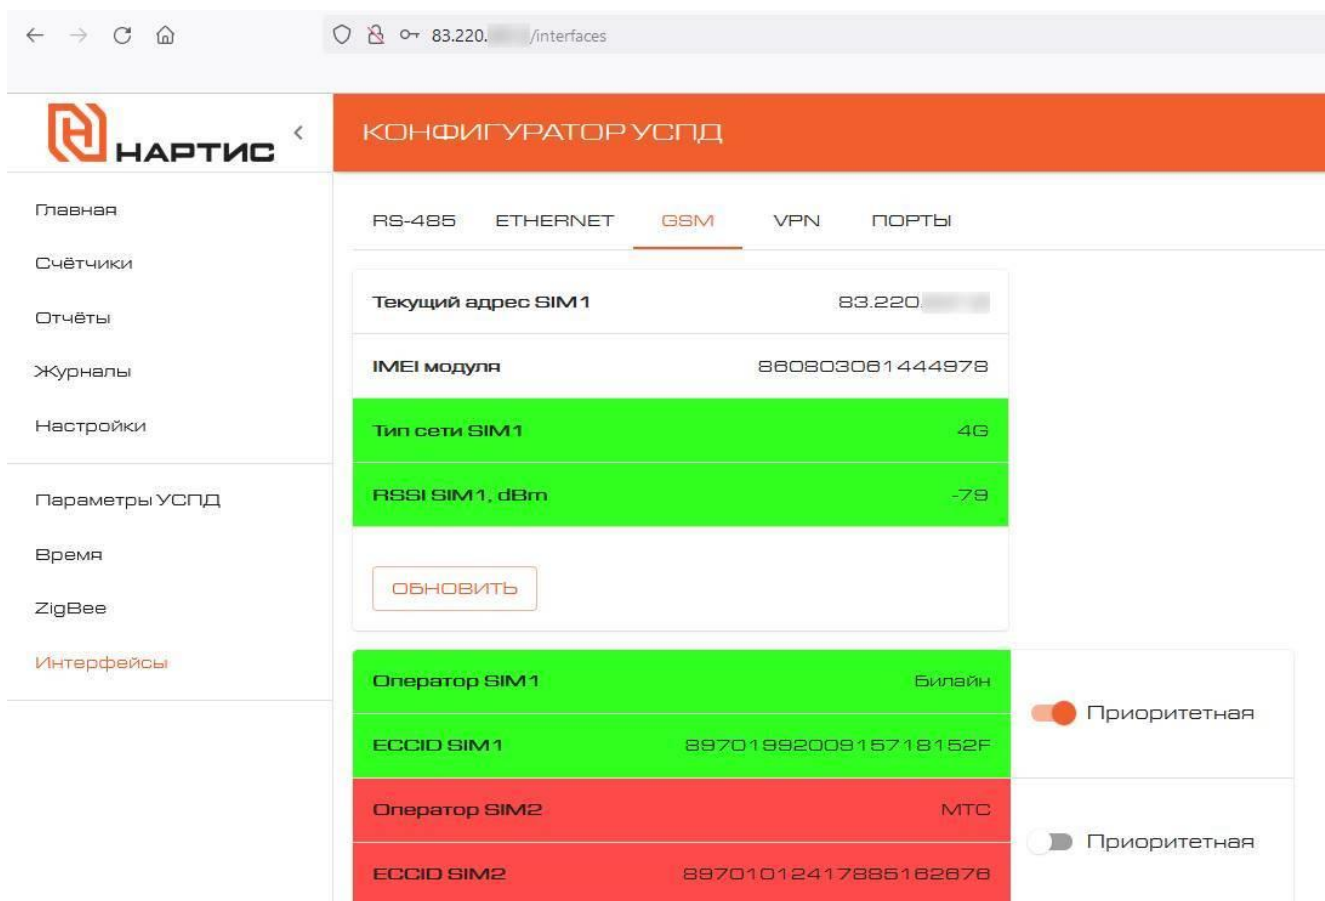

Рисунок 8
9) После настройки следует удостовериться в возможности установления соединения с сетью GSM и удаленного подключения УСПД. Для этого в строку браузера IP, полученное в п.п. 3.2.3.4, 4), авторизуйтесь согласно п.п. 3.2.3.4, 5). После авторизации станет доступен конфигурактор УСПД (рисунок 8).